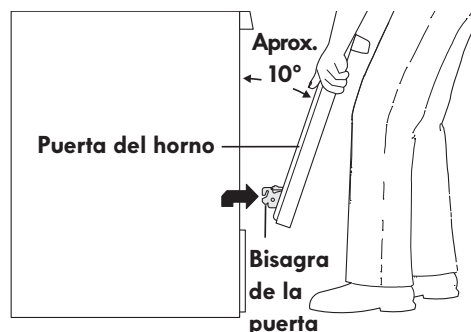
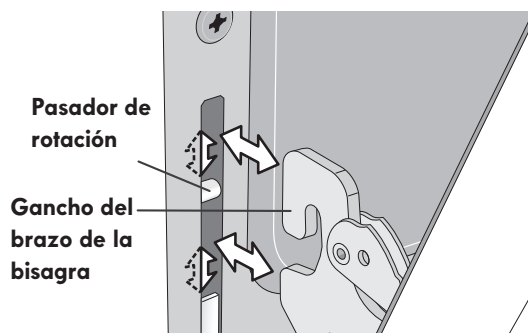

Figura 12: Cómo sujetar la puerta para su extracción
Figura 13: Ubicación del brazo de la bisagra y el pasador de rotación
3. Sostenga firmemente ambos lados de la puerta del horno en sus costados. No levante la puerta del horno por la manija (vea la Figura 12).
5. Levante los brazos de las bisagras de la puerta sobre los pasadores de rotación ubicados a cada lado del marco del horno (vea la Figura 12).
1. Sostenga firmemente ambos lados de la puerta del horno en sus costados. No levante la puerta del horno por la manija (vea la Figura 12).
2. Sosteniendo la puerta en el mismo ángulo de extracción (vea la Figura 12), coloque el gancho del brazo de la bisagra sobre los pasadores de rotación ubicados a cada lado del marco de la puerta (vea la Figura 13). El gancho de los brazos de las bisagras debe estar completamente asentado sobre los pasadores de rotación.